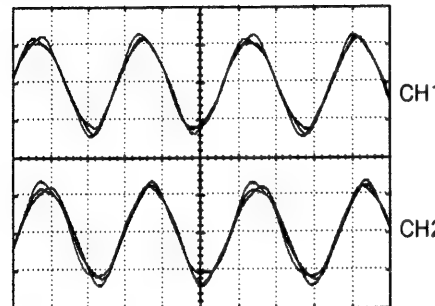

Fig.5 (図5)
- Check whether the waveform of Fig.5 is output when you touch the probe to the measuring device. (see Fig.5)
- 測定用治具にプローブをあてた時、図5の波形が出力されているかどうか確認して下さい。(図5参照)